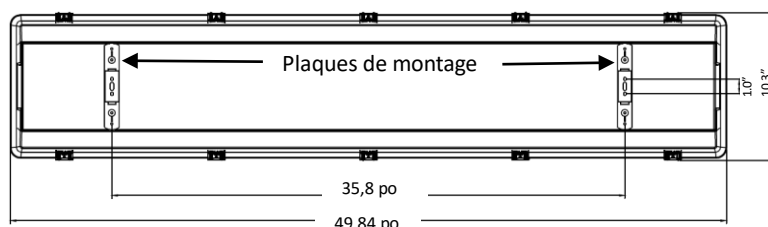

Figure 1
- Pour montage en surface :** retirer les deux supports de montage et les 4 vis du sac de pièces de fixation (inclus dans le boîtier) et rattacher les supports au plafond ou sur la surface de montage. (Les supports sont installés à 35,8 po de centre en centre). Aligner les dessous des supports de montage avec les centres des plaques de montage et enclencher le luminaire en place. (Voir Fig. 1 et 2)